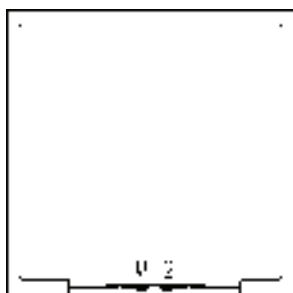

图 6-68 打开素材
- 1) 按〈Ctrl+O〉组合键，打开配套光盘提供的“第 6 章/6.2.1 绘制阳台.dwg”文件，如图 6-68 所示。